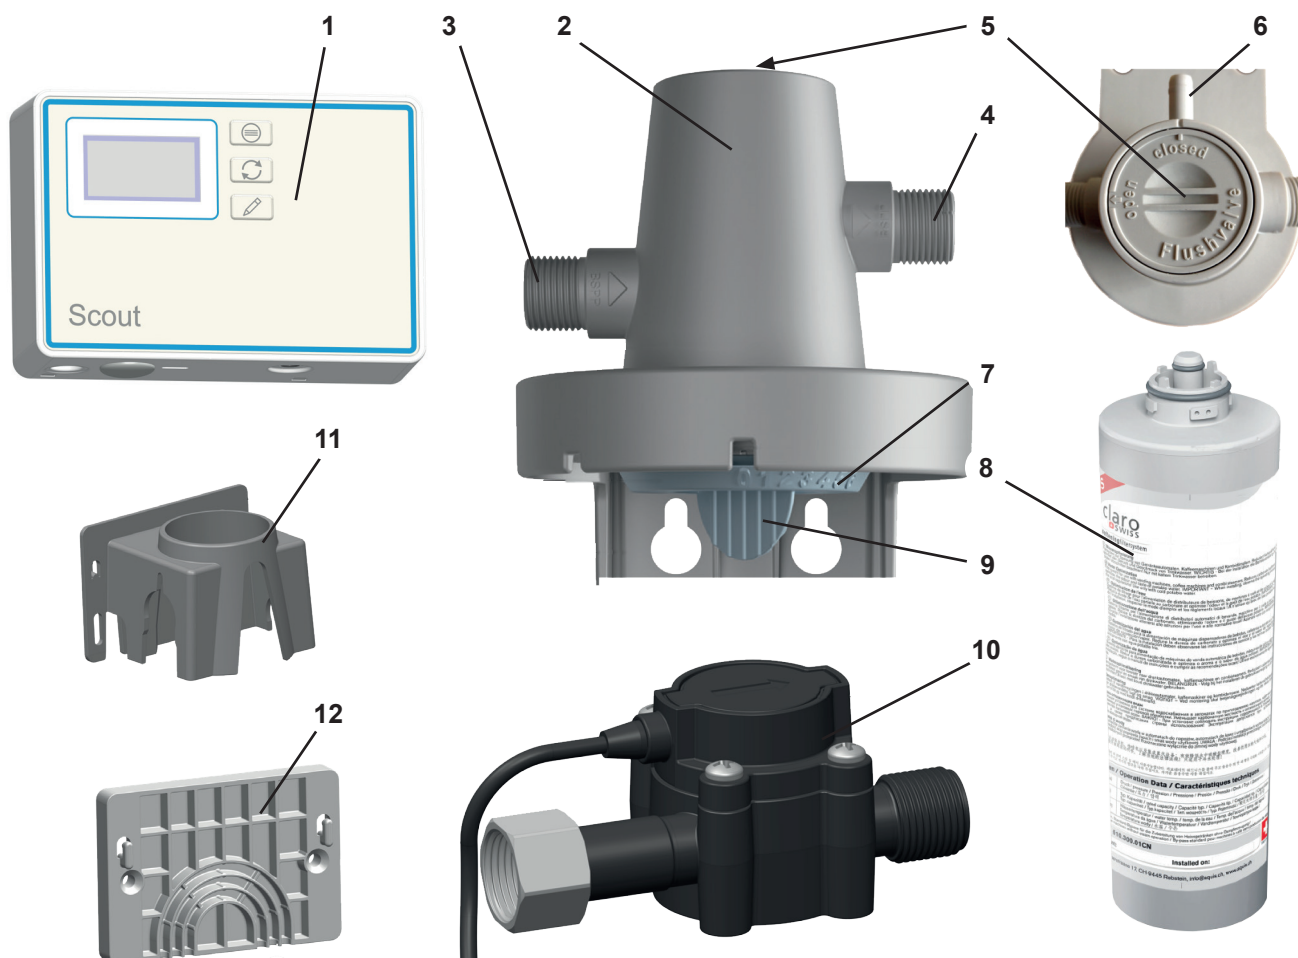

Abb. 1
- 1 POWER steamer water softener Durchflussmesser (Pos. 1, 10, 11, 12, Abb. 1)
⇒ Adapter 3/4" - 3/8" auf Anschluss der Sensoreinheit (10, Abb. 1) schrauben